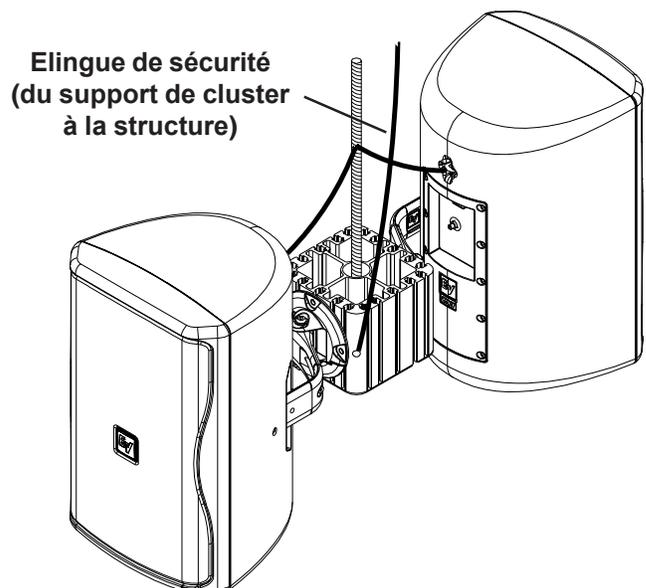

Figure 6b:
5. Il est impératif qu'une élingue supplémentaire puisse relier le support de cluster à la structure de la salle. Faites une boucle en passant par le trou à l'angle du support de cluster et reliez à la structure de la salle, là où la tige filetée est fixée (Figure 6b).